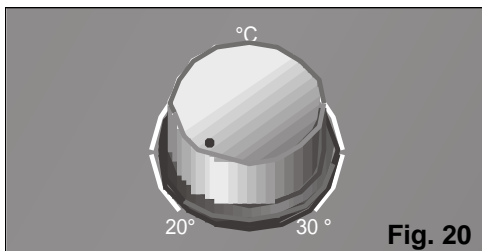

Fig. 20
- Still inn termostaten på minimumstemperatur, Fig. 20.